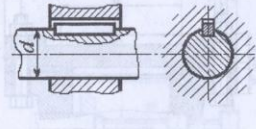

Рис. 33
2. Подобрать по ГОСТ призматическую шпонку (рис. 33) и проверить её на прочность. Диаметр вала d и момент T , передаваемый валом, приведены в табл. 33. Длиной и материалом колеса, закрепляемого шпонкой на валу задаться.